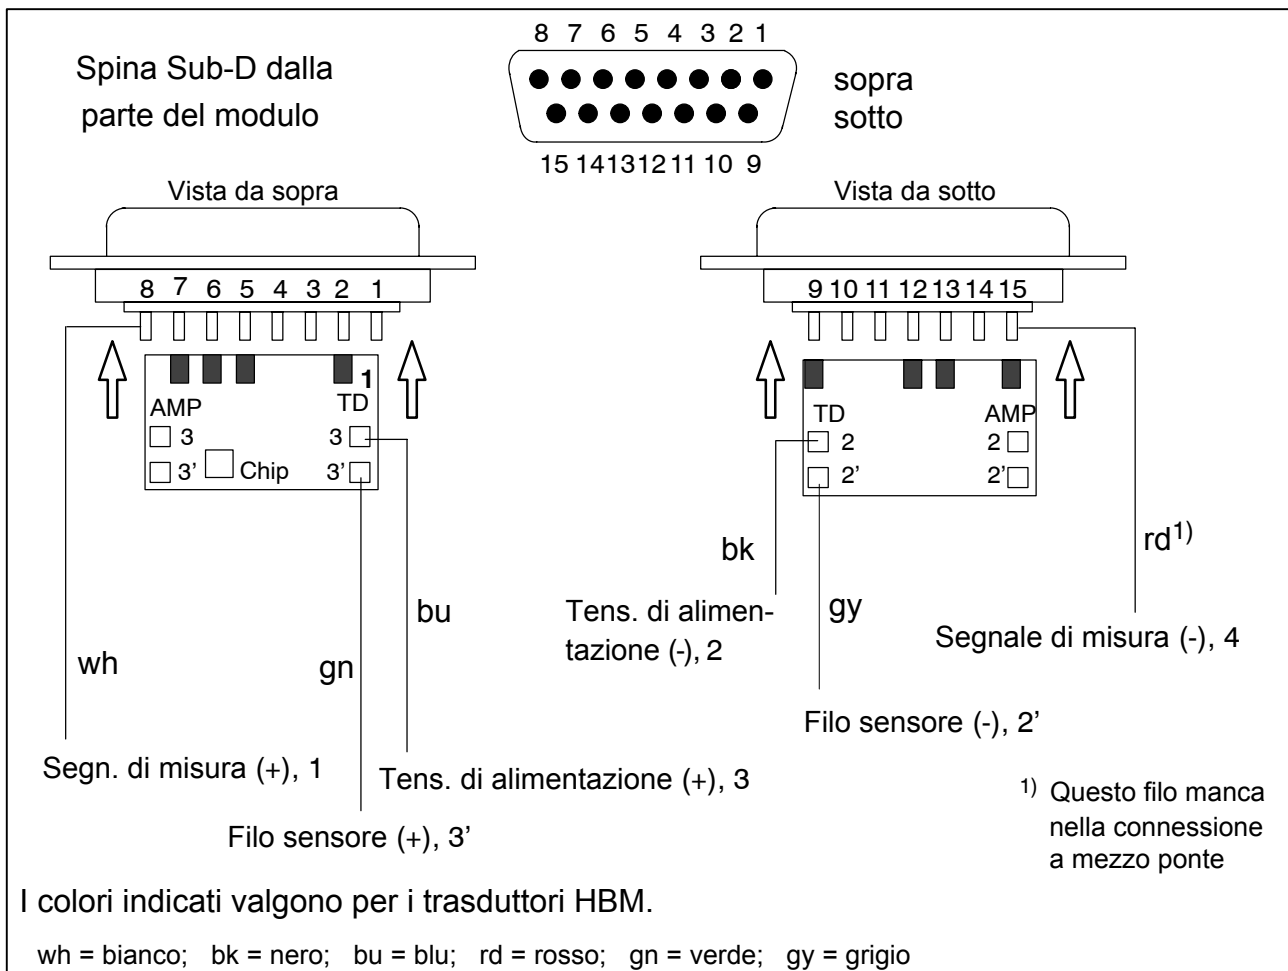

Fig. 3.2: Schema di montaggio / connessione della spina Sub-D / Schedina (connessione a sei fili)
- Saldare i fili del cavo sulla schedina e, rispettivamente sulla spina (fig. 3.2)